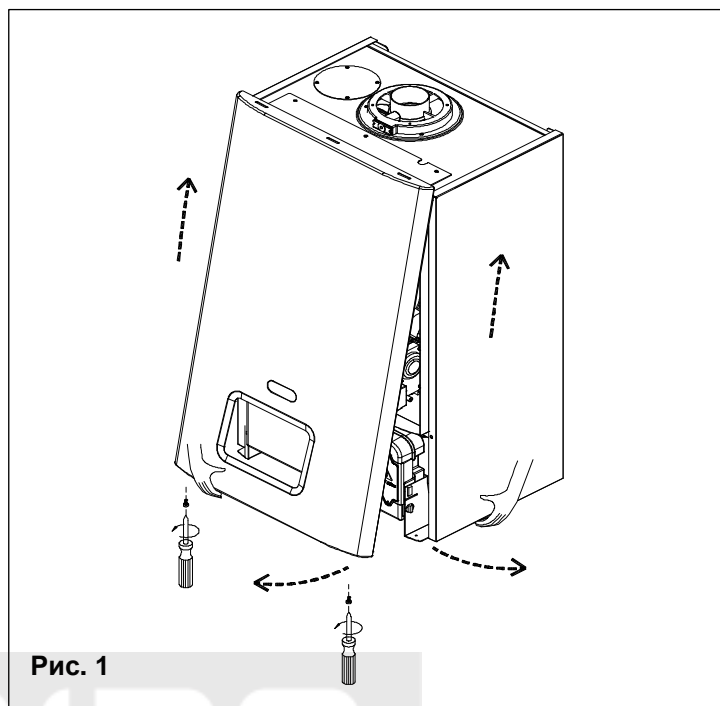

Рис. 1
- а. Открутите фиксирующие винты (см. рис. 1).
- Снимите переднюю панель (рис. 1).